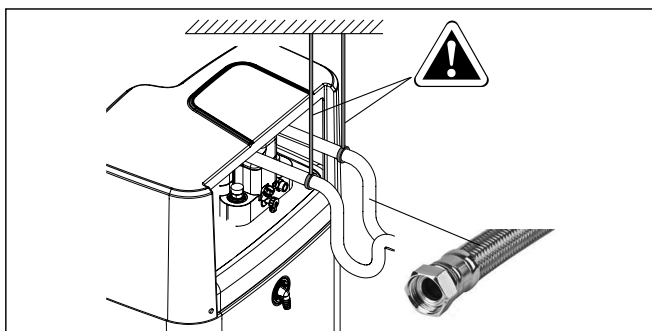

Fig. 3-31 Sostegno delle tubazioni idrauliche rivolte indietro
- Se i collegamenti sono rivolti indietro: sostenere adeguatamente le tubazioni idrauliche secondo le condizioni di spazio, vedere Fig. 3-31.